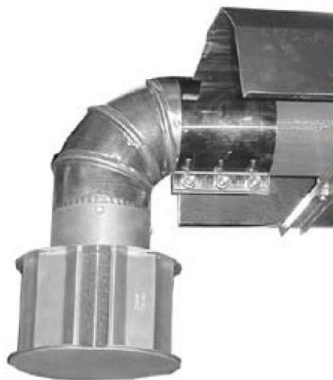

Figure 17. Capuchon d'évent sur un appareil de chauffage non ventilé
11. Pour les radiateurs non ventilés, installez un coude de 4 pouces à 90 degrés sur l'extrémité de l'ensemble de tube terminé par un capuchon d'évent, comme illustré à la Figure 17. Notez que le capuchon d'évent peut s'étendre en dessous de l'exigence minimale de montage du réchauffeur de 8 pieds (2.4 mètres) au-dessus du sol.